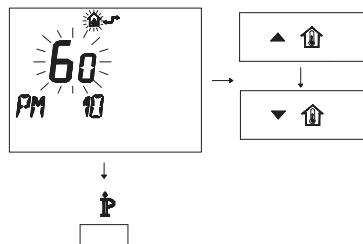

Рисунок 5.47
- Измените заданное значение при помощи кнопки или и подождите, пока заданная цифра не начнет мигать (Рисунок 5.47).